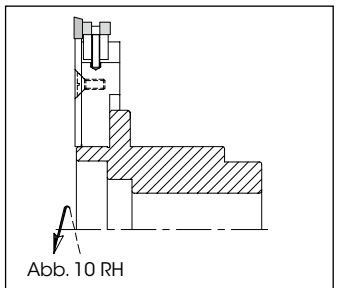

Abb. 10 RH
• Rechte Zerspaner (RH) arbeiten auf der rechten Seite der Maschine (Abb.10)
• Right-hand hoggers (RH) work on the right side of the machine (Fig.10)